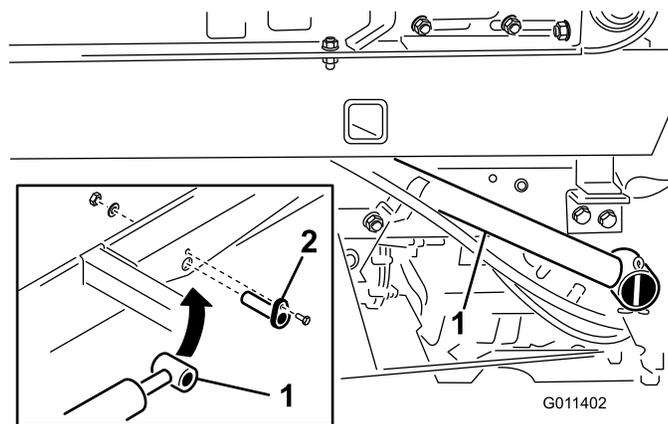

Рисунок 11
1. С помощью пальца гидроцилиндра прикрепите конец штока каждого гидроцилиндра подъема к основанию пескоразбрасывателя (Рисунок 11).
2. Закрепите каждый палец гидроцилиндра на основании пескоразбрасывателя винтом с головкой на 1/4 x 3/4 дюйма, плоской шайбой и гайкой (Рисунок 11).